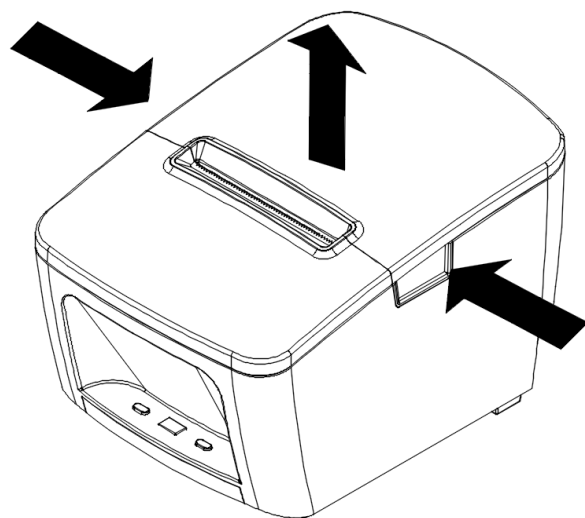

图 2-2
1. 捏住纸仓盖两侧向上拉，打开纸仓盖，如图 2-2 所示。